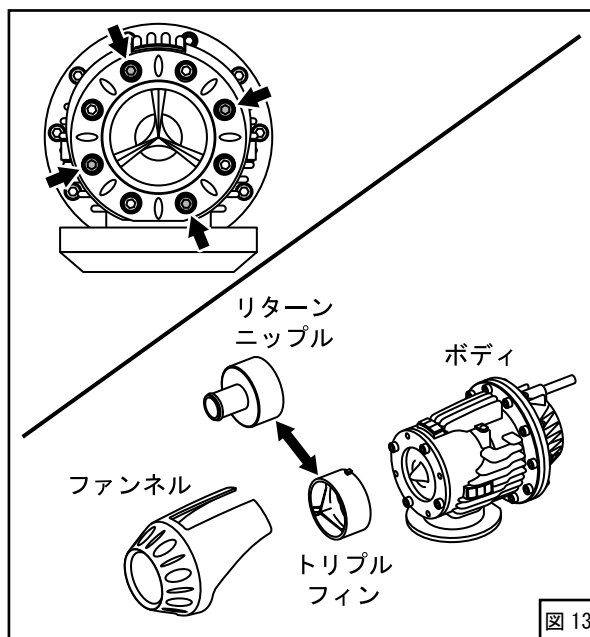

図13
(1) ブローオフアセンブリのトリプルフィンをリターンニップルに交換してください。(図13)